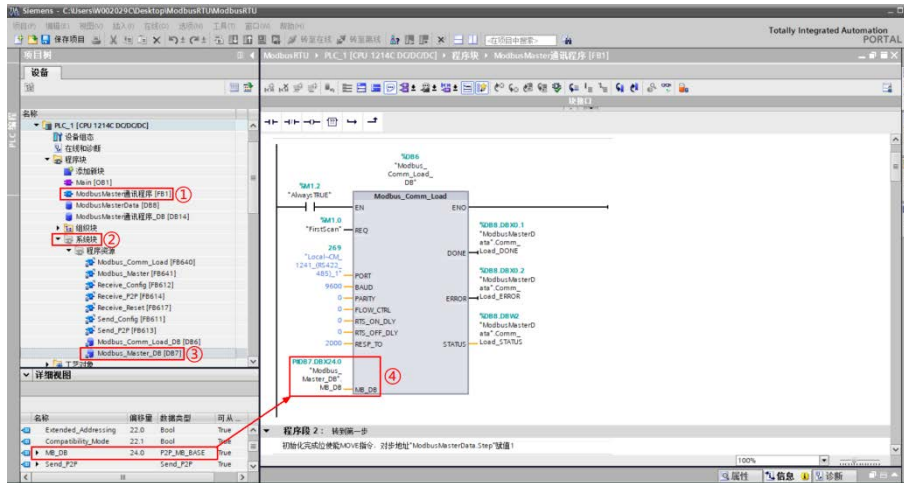

图 4.3 为 Modbus_Comm_Load 指令指定端口
- 3) 首先要为【Modbus_Comm_Load】指令指定端口, 即该指令是针对哪个点对点模块进行参数化的。在硬件配置中, 每个硬件均有一个硬件标识符, 通过拖拽的方式, 将 Modbus 主站接口的硬件标识符拖至【Modbus_Comm_Load】指令的【Port】接口参数处, 如图 4.3 所示。